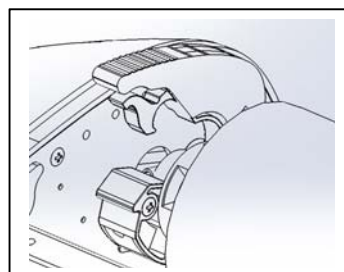

Figure 9
- N. **SELLES D'APPUI DES ROULEAUX DE PELLICULE :** La pellicule EZLoad se pose dans les selles d'appui du Pinnacle 27EZload. (Figure 9)